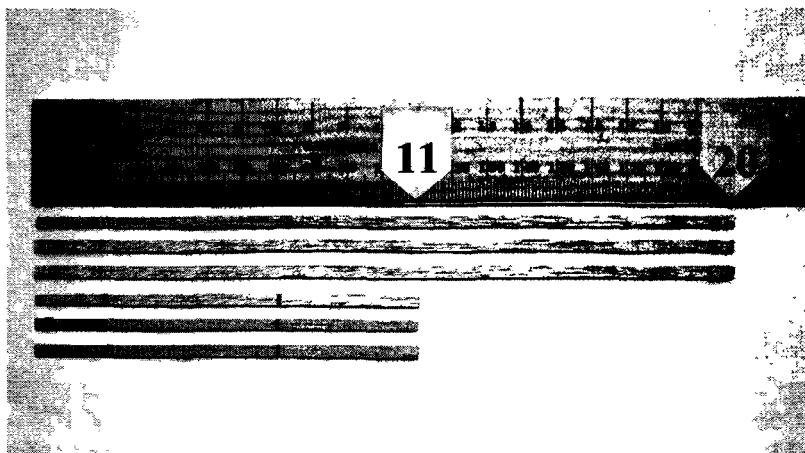

Рис. 1.12. Бальзовые опоры
2. Вырежьте бальзовые опоры (рис. 1.12). Сначала разрежьте бальзовыми пластинками пополам и таким образом получите пластинки 2×3 мм. Нарежьте из них два набора: один набор из трех опор по 20 см длиной, другой – из трех опор по 11 см длиной. Срежьте края каждой опоры из первого набора по 20 см под углом, чтобы затем их можно было приклеить под углом к опорам второго набора по 11 см. Угол среза должен быть около 30° , срезать края надо на одной стороне пластиинки.